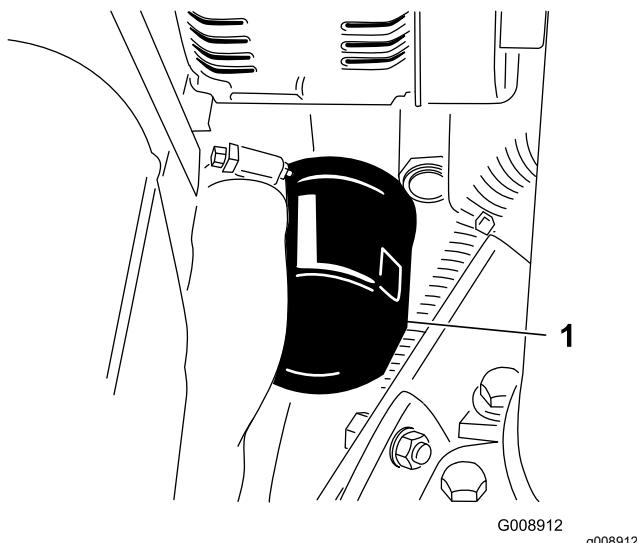

Figure 48
2. Déposez le filtre à huile (Figure 48). Appliquez une fine couche d'huile propre sur le joint du filtre de rechange avant de le visser en place. **Ne serrez pas excessivement.**